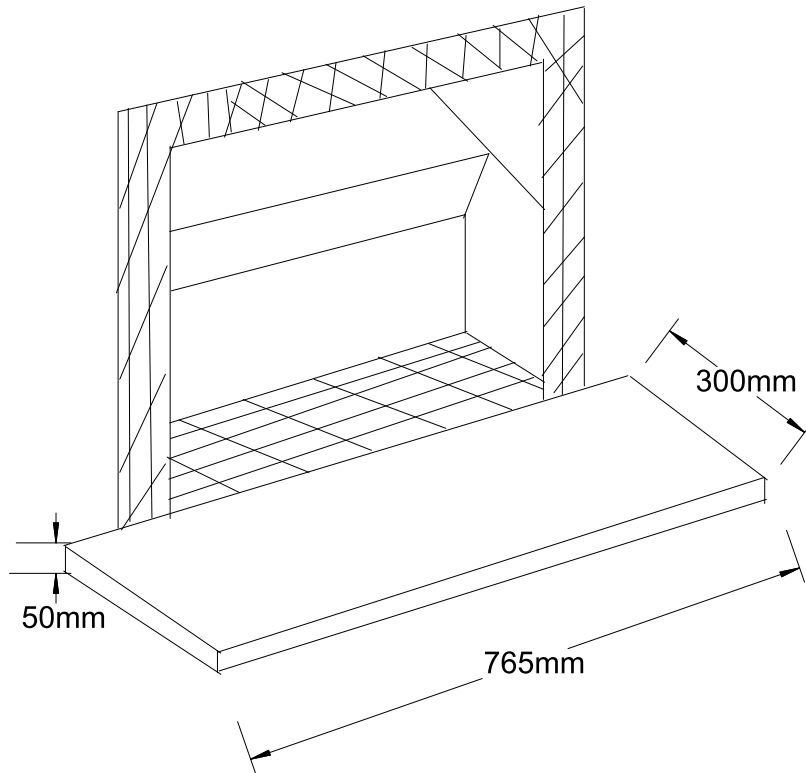

FIG 3
**ALWAYS ENSURE THE HEARTH IS LEVELED OFF TO HELP ENSURE NO NATURAL DRAUGHT IS LOST BELOW BASE (SEE FIG 3)**